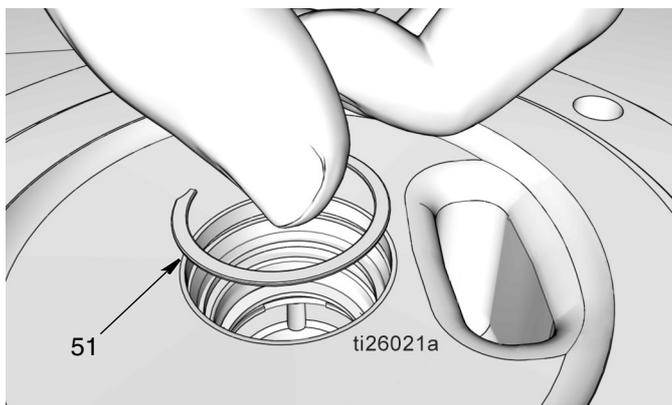

FIG. 37
- f. Coloque el clip de retención (51) (FIG. 37). Deberá percibir un “clic” cuando se asienta correctamente el clip de retención en la ranura.